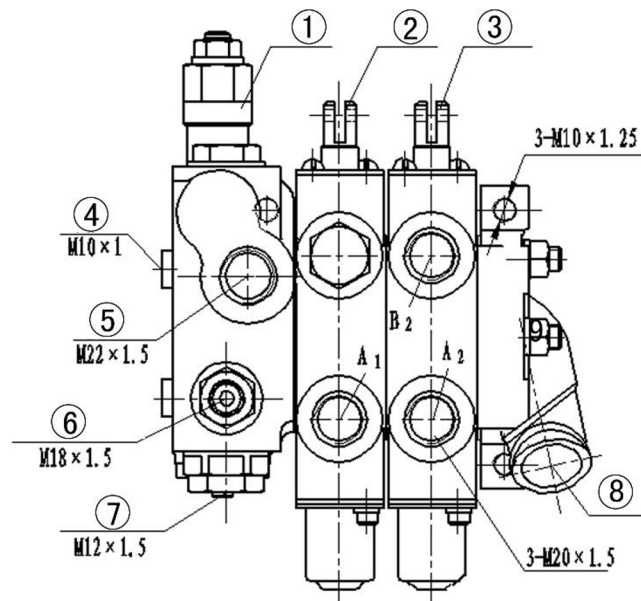

Abb. 10-1 Mehrwegeventil
10.3 Mehrwegeventil und Bypassventil (Abb. 10.1)